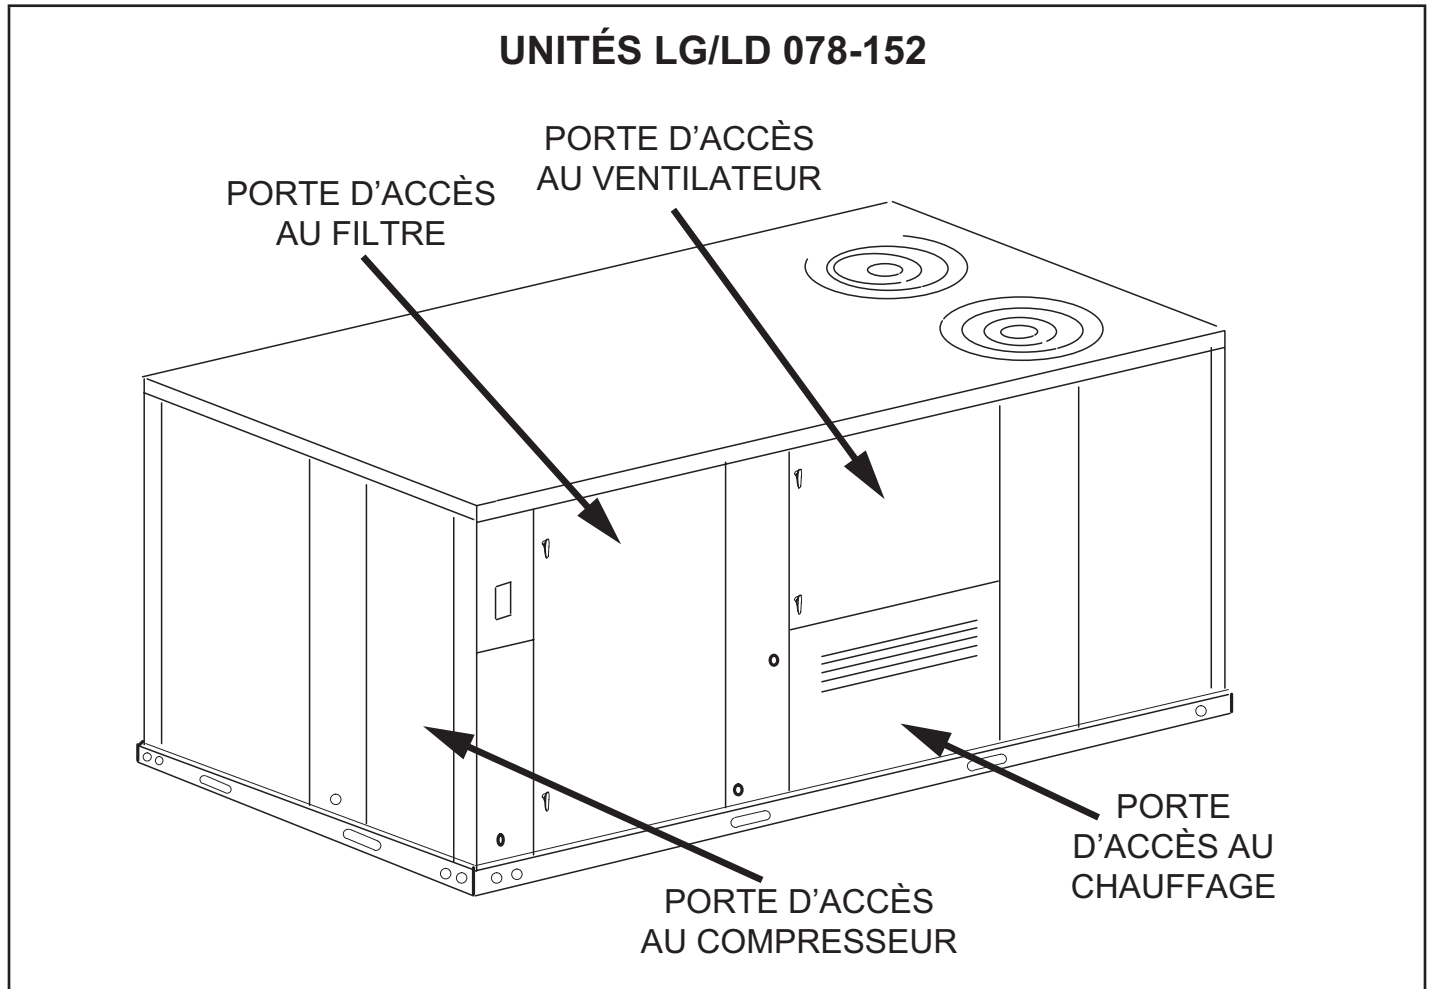

FIGURE 1
- 4 - Ouvrez le(s) panneau(x) d'accès à la section de chauffage. (Reportez-vous à la FIGURE 1).